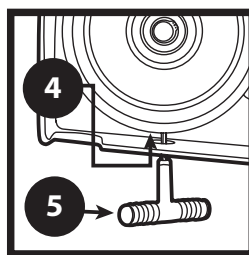

FIGURA 13
4. Afloje la tuerca de retención que bloquea el tornillo de ajuste de la rueda intermedia superior. (Figura 13) Con ayuda del tornillo, ajuste la rueda intermedia superior hasta que una línea recta, que representa al plano que pasa por el medio de la intermedia superior, pase exactamente por el medio de la rueda de contacto. Dicha línea representa el centro del movimiento de la banda. Nota: asegúrese de que el soporte del cojinete esté enfrentado al extremo del tornillo.